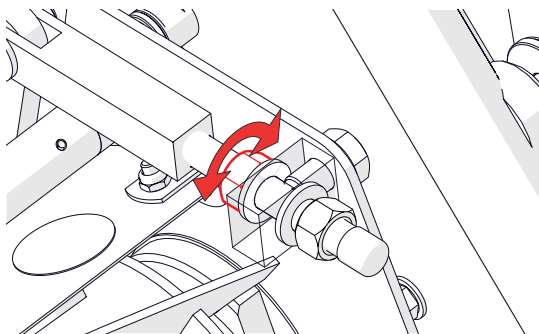

Fig. 12D - Apretar/aflojar la tuerca de ajuste
6. Ajuste [con la llave de 19 mm] el espacio con la tuerca de ajuste (Fig. 12D). Solo serán necesarios ajustes muy pequeños: comience con $\frac{1}{8}$ de vuelta y repita la prueba de corte con el papel. Repita el ajuste hasta que el papel se corte limpiamente.